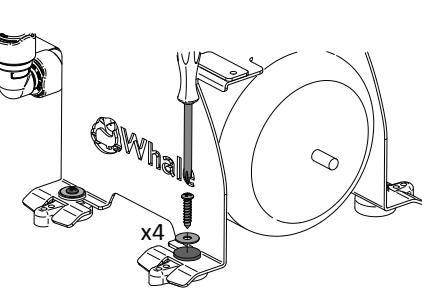
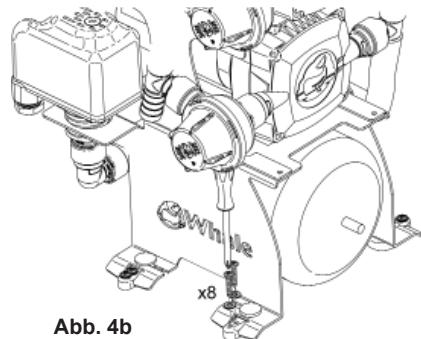

Abb. 4a
Abb. 4b
Schritt 3 Verwenden Sie Edelstahlschrauben und Unterlegscheiben, um die Anlage an einer festen Oberfläche zu befestigen. Vier Schrauben und Unterlegscheiben können durch die Mitte der Standfüße eingesetzt werden (siehe Abb. 4a) oder 8 Schrauben und Unterlegscheiben wie in Abb. 4b dargestellt.
Abbildung 4a und 4b Befestigungsset